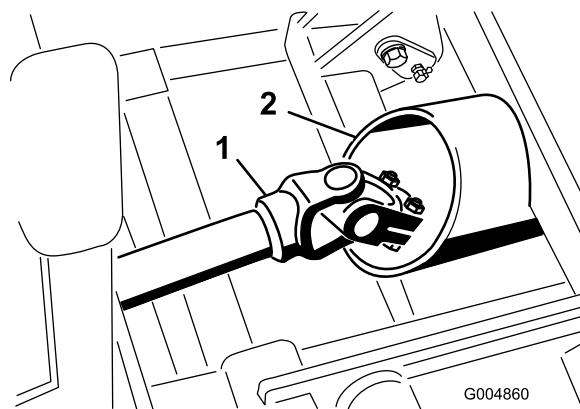

Figure 45
5. Roulez le cadre d'hiver en position avec précaution tout en faisant passer l'arbre d'entraînement par le tube du cadre (Figure 45).